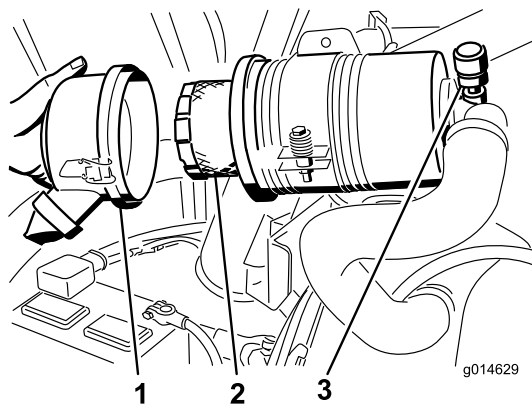

Figure 51
3. Déposez et remplacez le filtre (Figure 51).